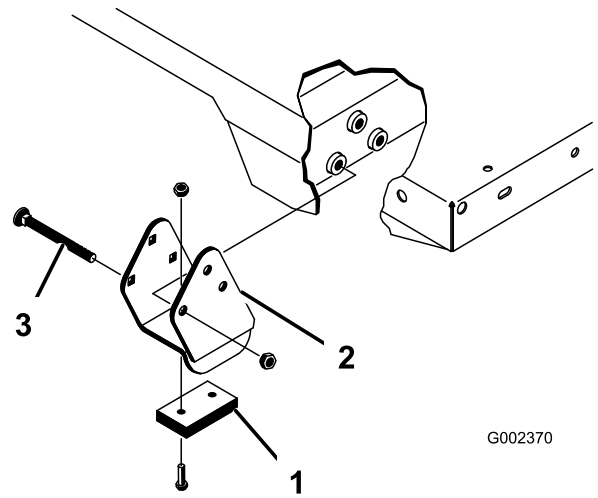

Figura 44
Nota: Instale los espaciadores y las pletinas de desgaste (Figura 44) con las cabezas de los pernos de cuello cuadrado dentro de la máquina.
2. Coloque la plataforma con cuidado sobre el bastidor de la máquina, alineando los taladros de las placas de giro traseras con los taladros del bastidor e instale 2 pasadores con chavetas (Figura 44).
4. Inserte el pasador desde la parte exterior de la plataforma, con la chaveta hacia fuera (Figura 44).